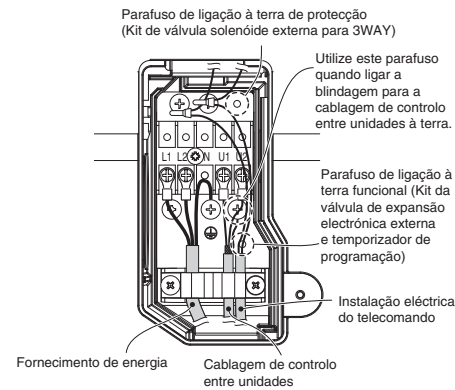

Fig. 3-51
- Encaminhe a cablagem entre unidades desde a parte posterior da unidade interior e puxe-a para a frente para a ligação. (Fig. 3-51)
- Ligue a cablagem entre unidades aos terminais correspondentes na placa de terminais (Fig. 3-51) referindo-se ao diagrama da instalação eléctrica.